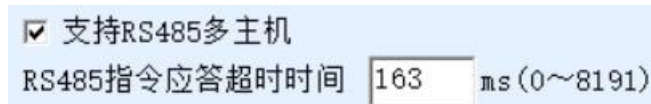
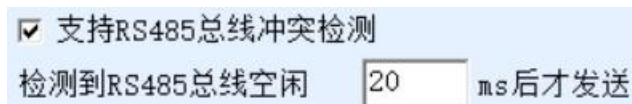

图 34 RS485 多主机支持
图 35 RS485 防冲突空闲时间
1. 图 35 所示为“RS485 总线防冲突时间”，一般可以设置为参数配置界面右下角的“数据包间隔”的两倍，但是最小不能小于 20。
2. 图 34 所示为“RS485 指令应答超时时间”，一般根据来回应答的指令长度决定，如
此时需要注意的是需要将图 35 所示为“RS485 总线防冲突时间”和图 34 所示为“RS485 指令应答超时时间”的两个勾去掉。否则无法实现上述转发功能。